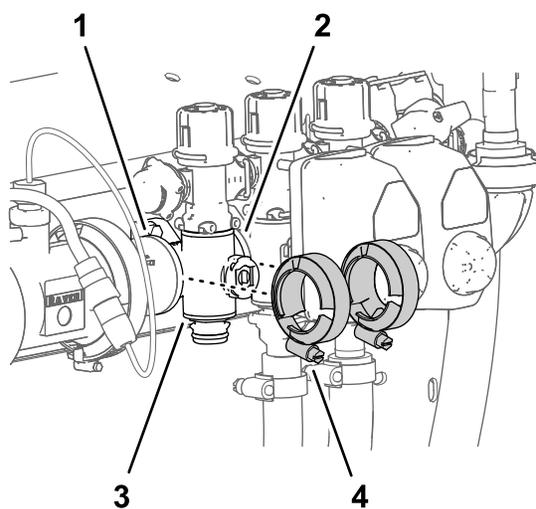

Рисунок 116
3. Снимите 2 фланцевых хомута, которые крепят коллекторный клапан секции к фланцам соседних компонентов (Рисунок 116).